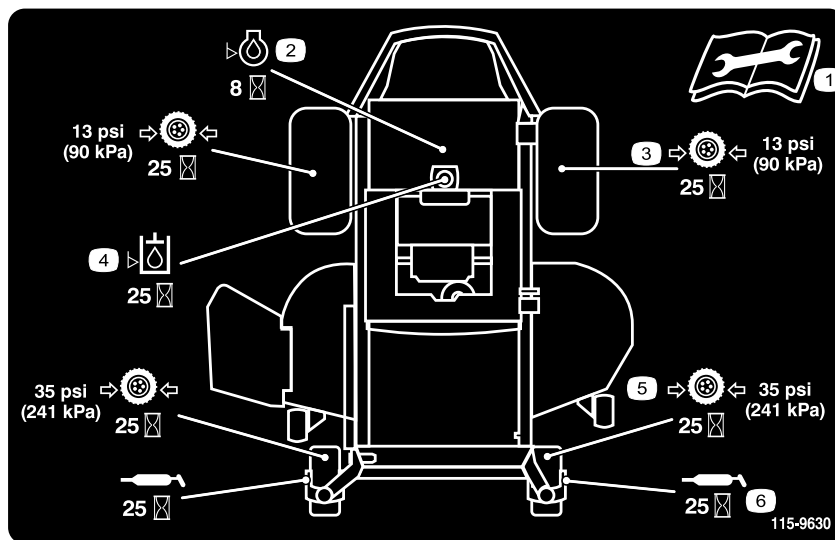

Figura 35
3. Pulite i raccordi d'ingrassaggio (Figura 37 e Figura 35) con un cencio, e togliete eventuali tracce di vernice davanti ai raccordi.
4. Collegate un ingrassatore a pressione a ciascun ingrassatore (Figura 37 e Figura 35). Pompate del grasso nel raccordo finché non inizia a fuoriuscire dai cuscinetti.